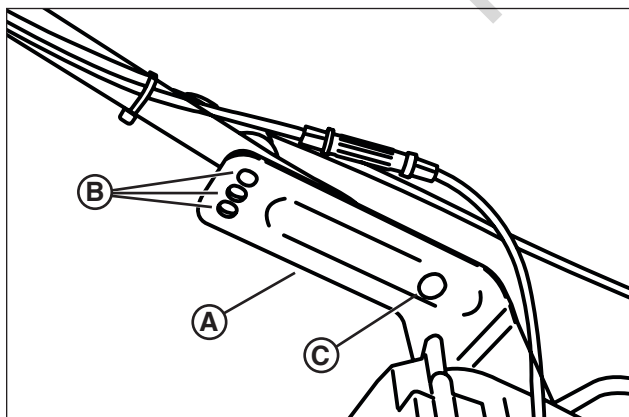

Figure 8: Réglage de la hauteur de poignée
1. Retirer les boutons de poignée, les rondelles et les boulons de transport de la poignée inférieure (A, Figure 8).